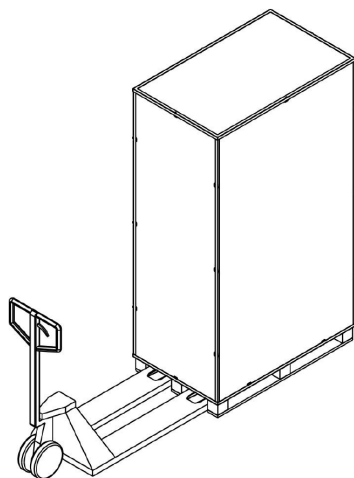

Figura 3-5 Utilización de montacargas para mover el UPS-IND 1300 MRI
1. Utilice un montacargas para transportar el equipo al área de instalación. Consulte la figura 3-5. Asegúrese de que el montacargas cuente con la capacidad de carga suficiente.